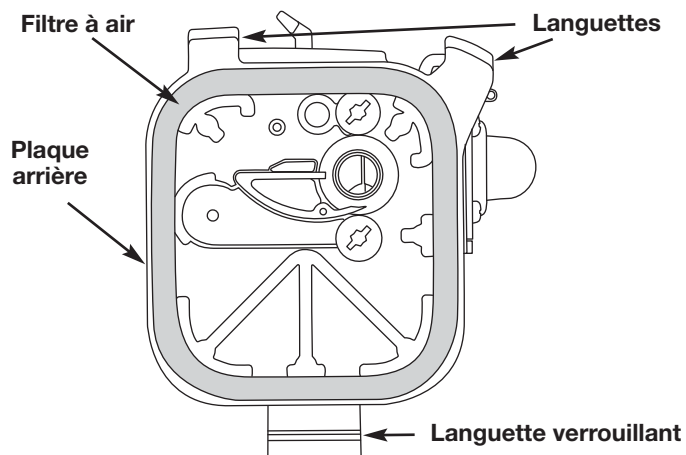

Fig. 24
2. Retirez le filtre à air et l'écran derrière lui (Fig. 24).
6. Remplacez le filtre et l'écran (Fig. 24).